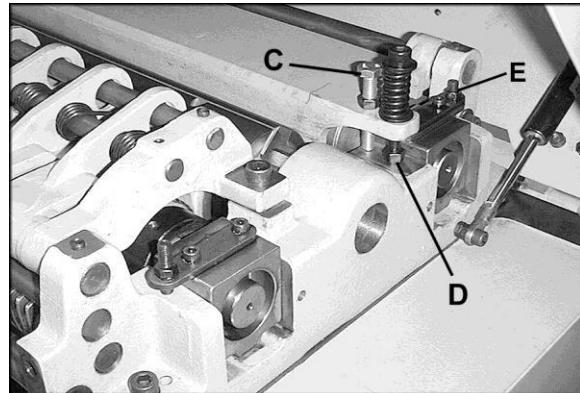

Рис. 15
На рис. 15 показаны винт регулировки высоты (С) и винт регулировки натяжения пружины (D) прижимной планки. Ослабьте шестигранную гайку и поверните винт на необходимую величину. Убедитесь, что настройки на обоих концах прижимной планки одинаковы. По завершении регулировки затяните шестигранные гайки.
Используйте измерительный прибор, такой как индикатор часового типа со стойкой или деревянный измерительный блок (см. рис. 13), чтобы проверить ролик разгрузки таким же образом, как и ролик подачи. При необходимости отрегулируйте с помощью винтов (E, рис. 15).